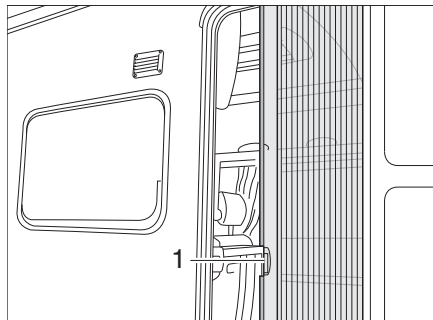

Fig. 45 Moustiquaire
*Ouvrir :* ■ Sortir entièrement la moustiquaire par la poignée (Fig. 45,1).
*Fermer :* ■ Rentrer entièrement la moustiquaire par la poignée (Fig. 45,1).